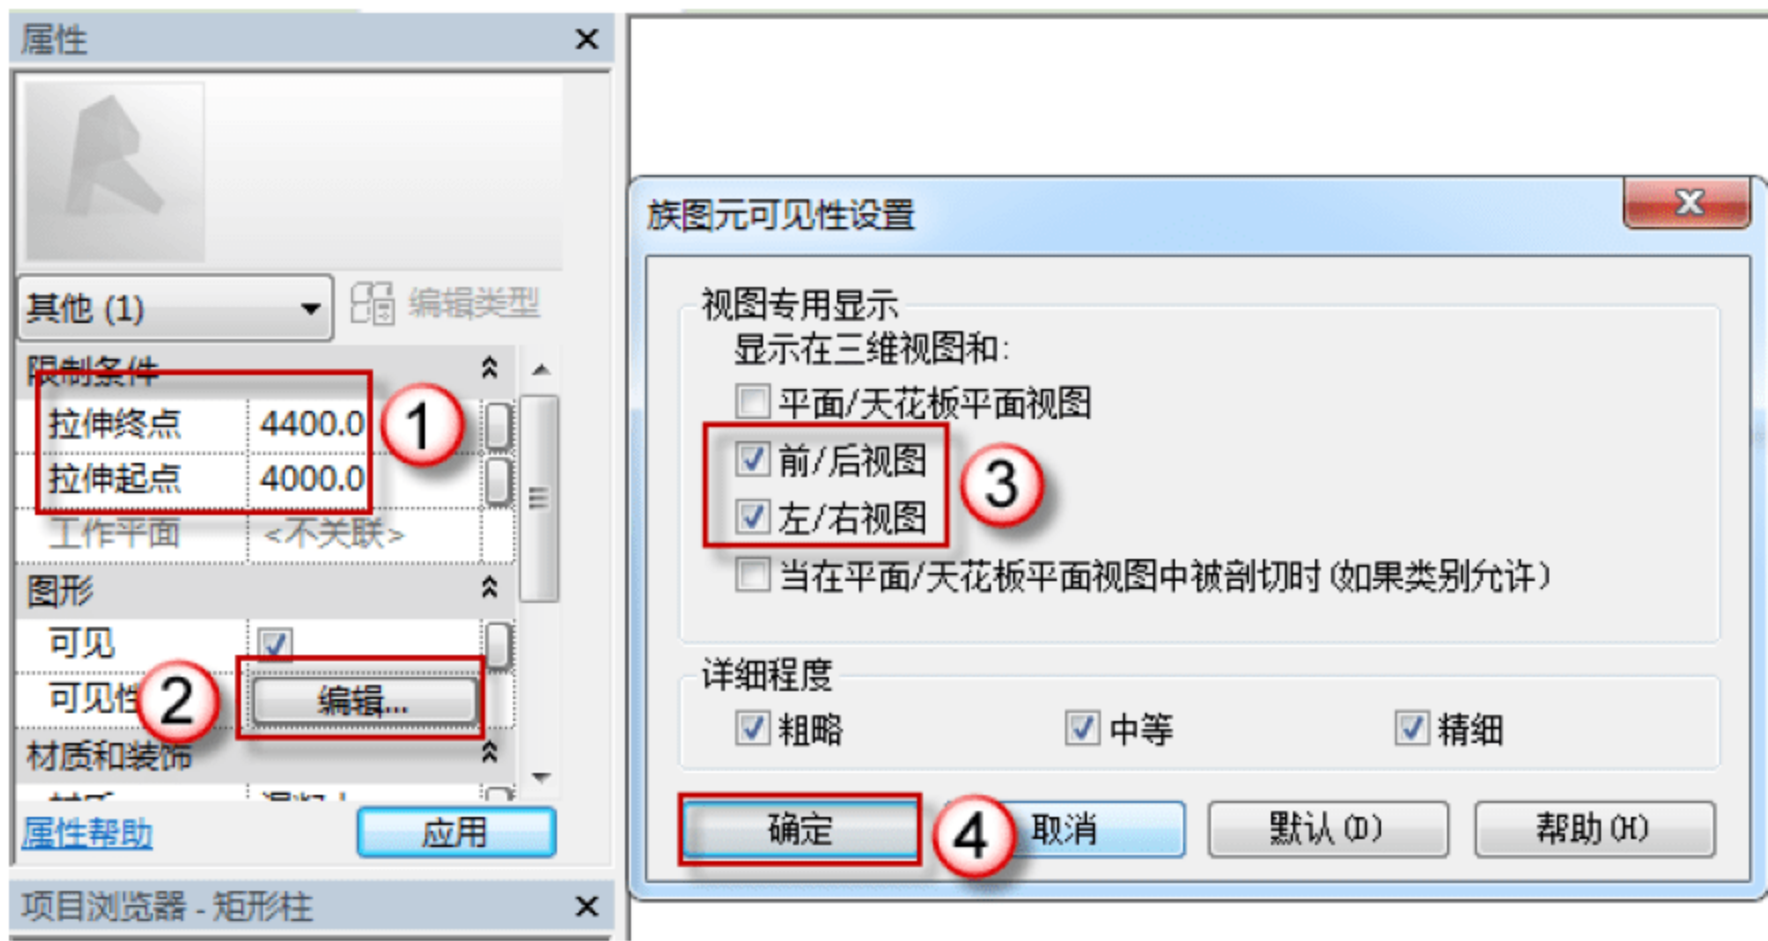

图 12.3.45 调整风道的参数
(9) 调整风道的参数。进入前立面视图中，在“属性”面板中，将“拉伸起点”设为“4000”，“拉伸终点”设为“4400”，单击“编辑”按钮，在弹出的“族图元可见性设置”对话框中，选中“前/后视图”和“左/右视图”复选框，单击“确定”按钮，如图 12.3.45 所示。